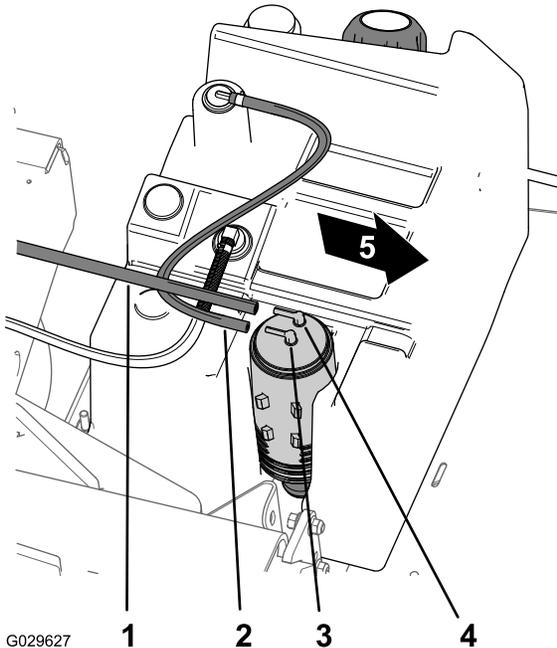

図 47
- カーボンキャニスタの Purge と書かれたフィッティングから、バキュームホースを外す 図 47。
- カーボンキャニスタの Fuel Tank 燃料タンクと書かれたフィッティングから、ホースを外す 図 47。
8. カーボンキャニスタのPurgeと書かれたフィッティングにバキュームホースを取り付ける 図 47。